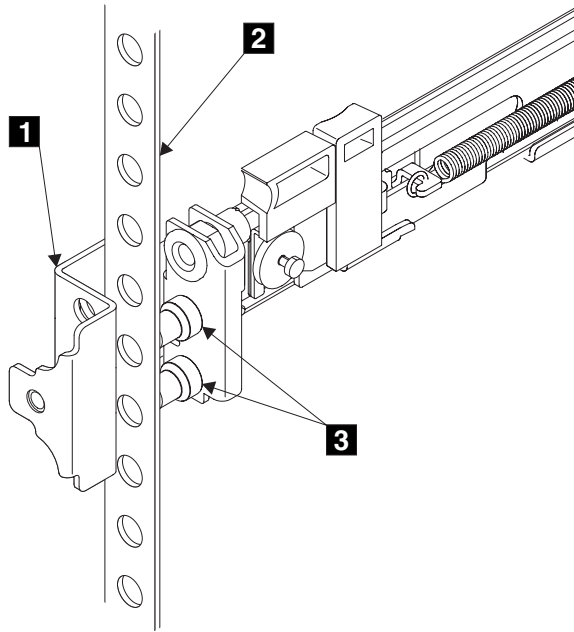

図 25. レールの前面の端の取り付け
9. 左レールの前面の端をラック・キャビネットにはめる。前面ブラケットの上端 **1** (54 ページの図 25) が、ラック上の必要な EIA マーキングに合うように調整する。